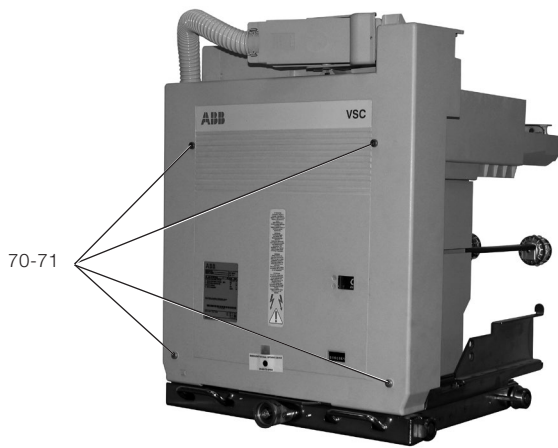
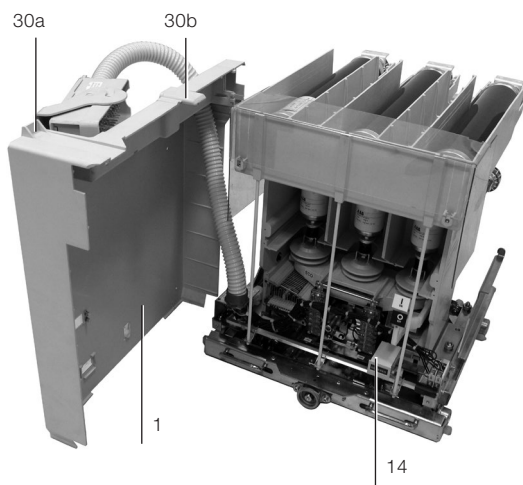
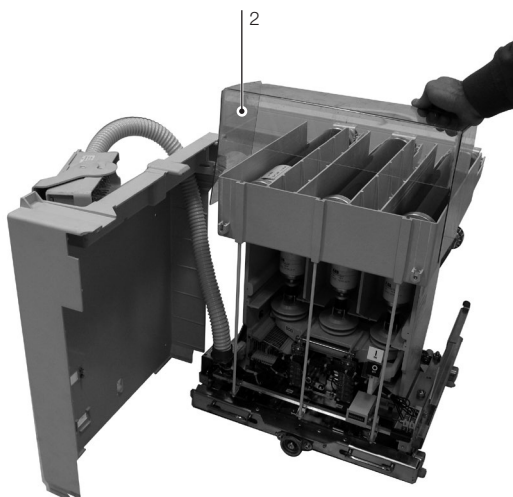
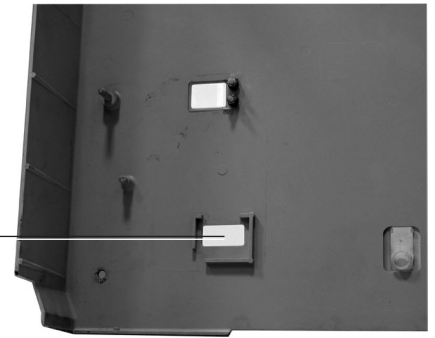

Fig. 18a
Fig. 18b
Fig. 18c
Fig. 18d
O contator deve ser extraído da caixa para que se possa substituir os fusíveis. As instruções para as manobras de extração estão indicadas nos manuais dos quadros/caixas. Com o contator extraído do quadro, desatarraxe os quatro parafusos de fixação do painel e as respectivas arruelas DIN (fig. 18a). Em seguida, ponha o contator na posição indicada na fig. 18b. Para os contadores de 12 kV, remova a proteção (2) e (fig. 18c) substitua os fusíveis seguindo as instruções fornecidas no parágrafo 7.8.
Recoloque a proteção (1) (fig. 18b) repetindo as operações indicadas no parágrafo 7.7.2 no sentido inverso.
Recoloque o painel. Verifique se o contador de impulsos (14) (fig. 18c) entra na sede correspondente (69) (fig. 18d) e fixe o painel com os parafusos (70) e arruelas DIN (71) (fig. 18a).